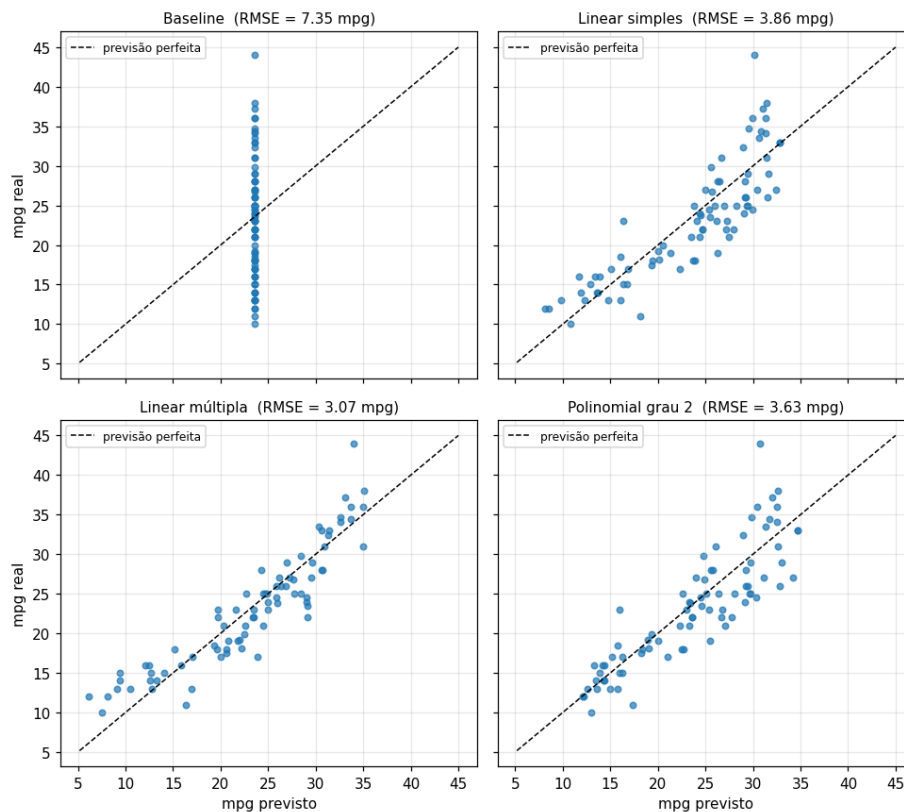

Figura 6. Valores reais versus previstos de mpg (milhas por galão) no teste, para os quatro modelos finais; a linha tracejada é a previsão perfeita.
3. Na Figura 6, os pontos acompanham a diagonal, mas se espalham mais nos carros com mpg real alto (> 30 mpg; 14 carros no teste), onde os modelos tendem a subestimar (resíduo médio da múltipla nessa faixa: +2,1 mpg). Nos carros pesados, os modelos lineares podem prever valores abaixo do mínimo observado no dataset (9 mpg): 2 carros do teste na simples e 3 na múltipla (ex.: previsão de 6,2 mpg para o dodge monaco (sw)), o que é pouco plausível.